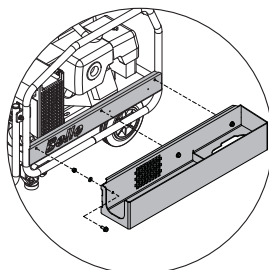

рис. 5
1. Приставить лоток для инструмента к левому щитку, чтобы три боковых отверстия в лотке совпали с тремя отверстиями на боковом щитке. Прикрепить лоток к раме тремя болтами М8 с гайками и шайбами из комплекта. Затянуть до 28 Нм (**см. рис. 5**)